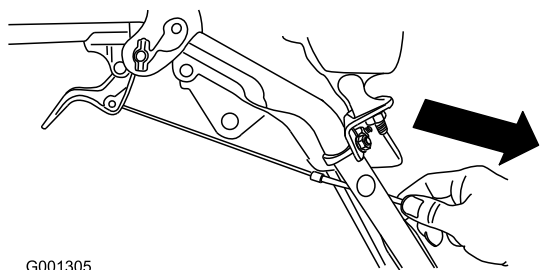

Figure 9
1. Serre-câble (2)
4. Tirez doucement sur la gaine du câble jusqu'à ce que le levier de débrayage de roue soit abaissé et que le câble soit tendu. Serrez ensuite fermement l'écrou de serrage du câble (Figure 9).